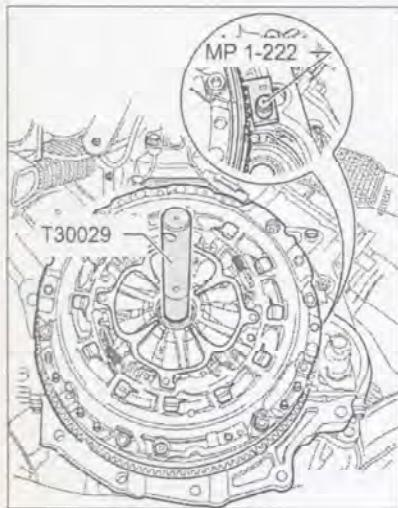

Рис. 7.325. Установите центровочное приспособление T30029 и стопор MP 1-222.
1. Установите центровочное приспособление T30029 и стопор MP 1-222 (рис. 7.325).